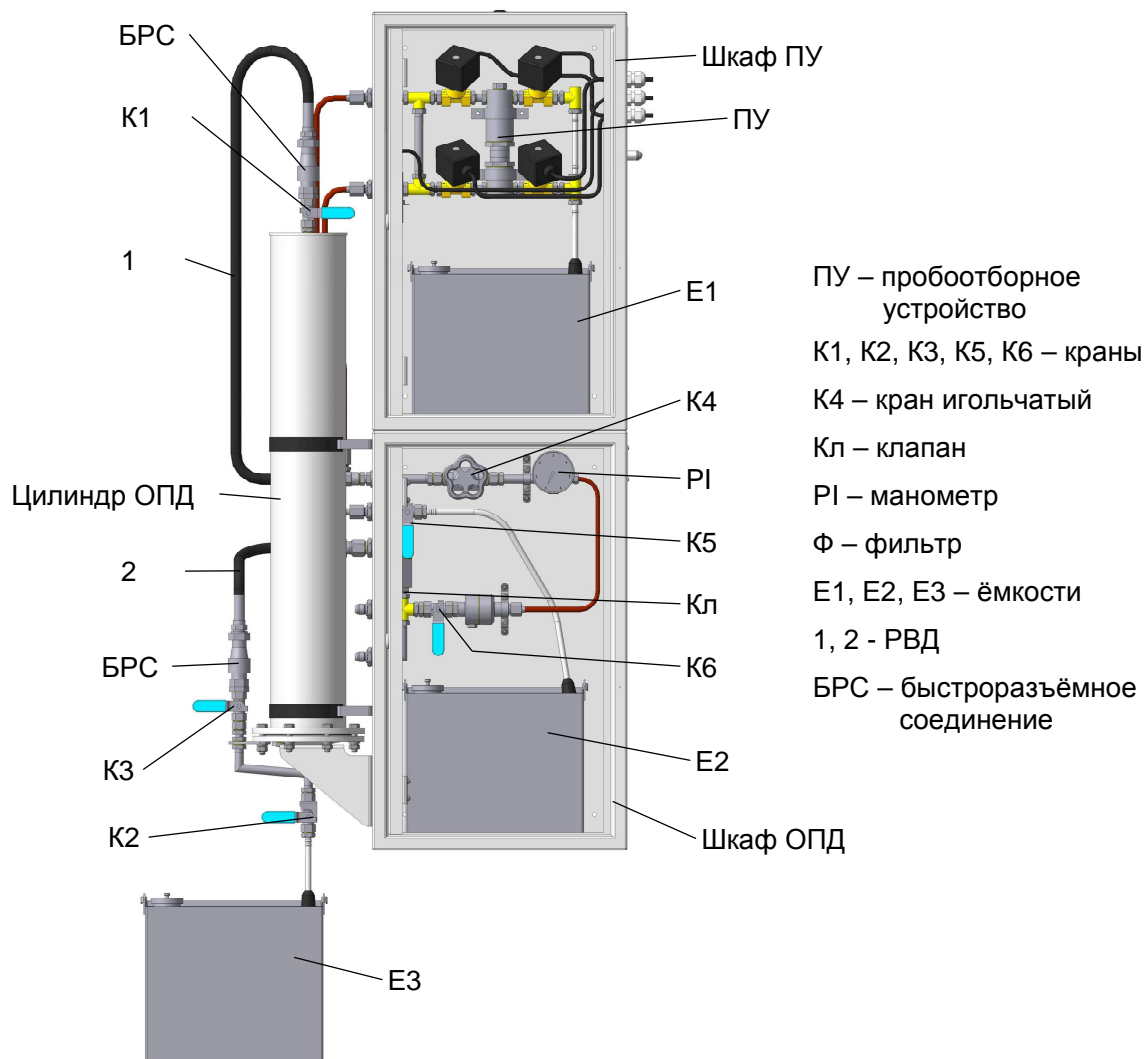

Рис. 15 – Монтаж пробоотборника «Пульсар-АП1-Д (ДВ)»
Подсоединить рукава высокого давления (РВД) 1 и 2 (Рис. 15) при помощи быстросъёмных соединений (БРС) к кранам К1 и К3 соответственно, на цилиндре ОПД.
2.3.10 Проверить герметичность соединений (Рис. 15):
Внимание! Для смягчения гидроудара при открывании потока кран К4 предусмотрен игольчатым. Рекомендуем все краны открывать и закрывать всегда постепенно и полностью, особенно К3 и К2 (Рис. 15).
2.3.11 Удалить воздух из пробоотборника (Рис. 15):